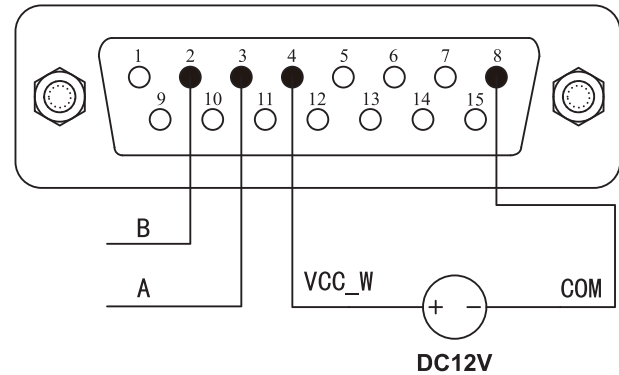
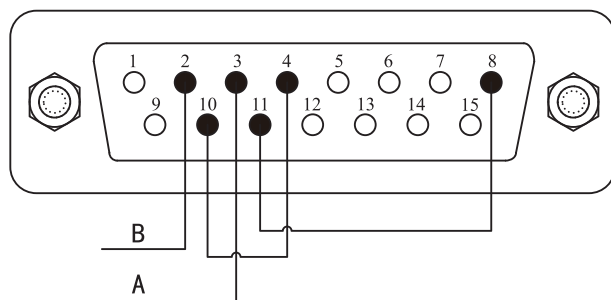

图21 通讯外部12V电源接线图
图22 通讯内部12V电源接线图
- 在切断电源状态下，参照图21或图22，进行接线。然后将DB15接口连接到泵的背部接口上。